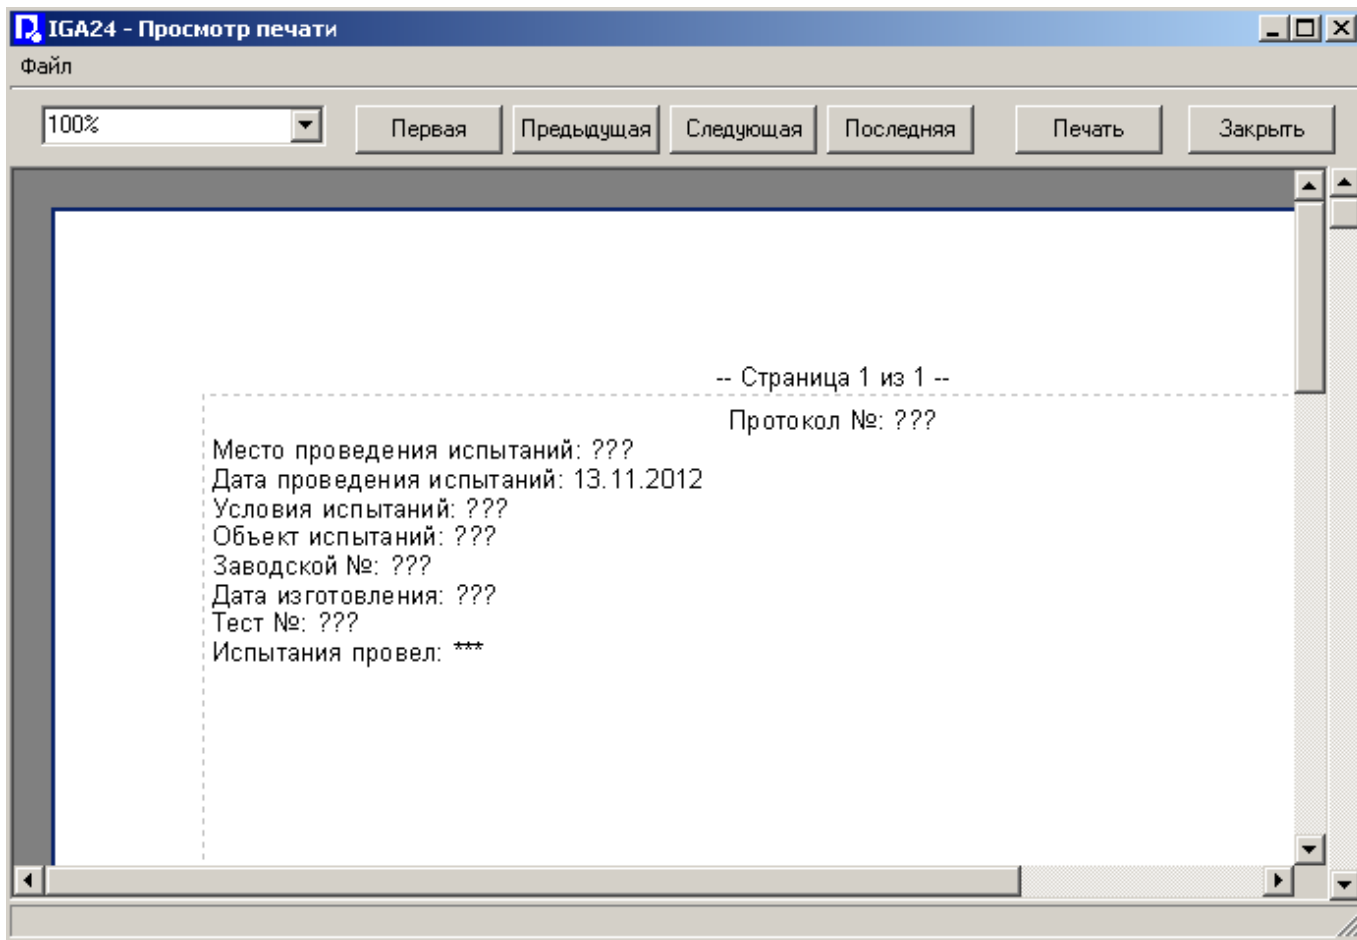

Рисунок 16
-  Предварительный просмотр протокола перед печатью (см. рисунок 16)